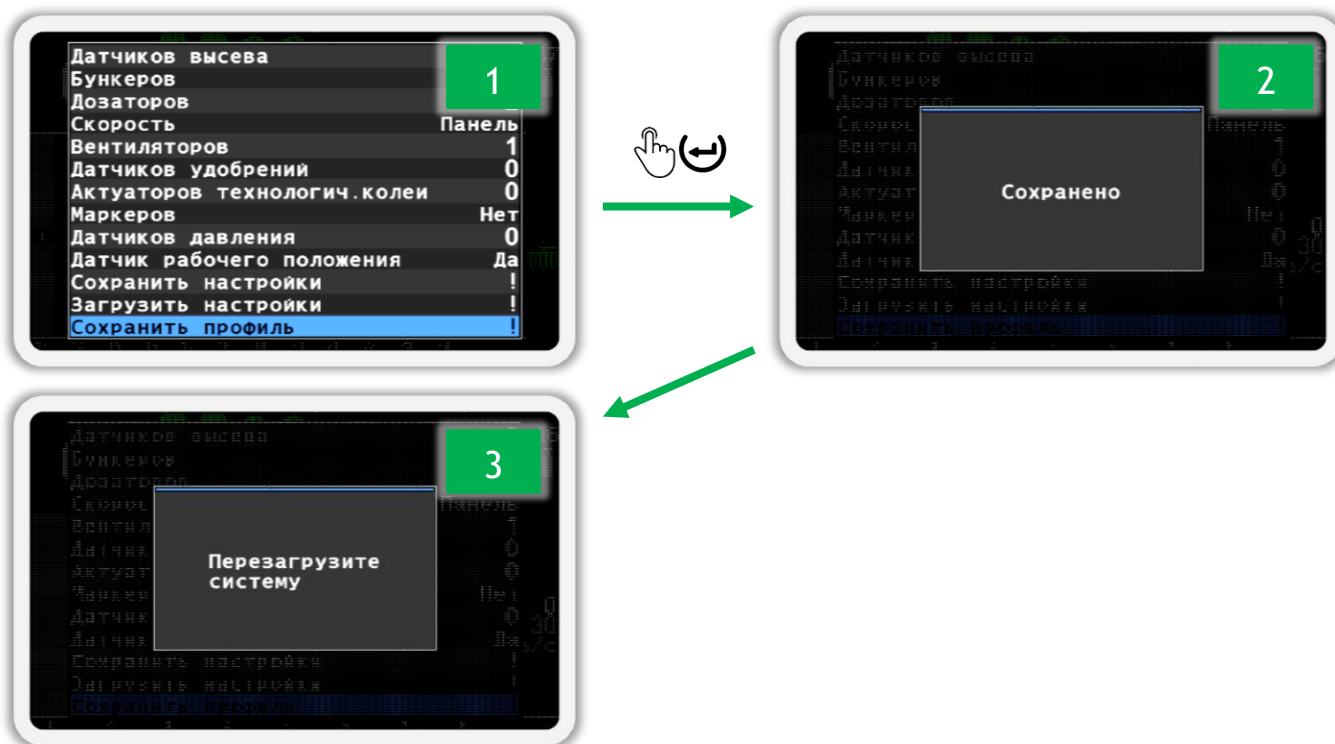

Рисунок 53
5. После того, как вы настроите параметры профиля панели оператора в соответствии с комплектацией вашей системы, перейдите к пункту меню  «Сохранить профиль» (см. Рисунок 53 п.1) и нажмите кнопку  «Меню». Если все настроено правильно, то в результате вы увидите первое сообщение «Сохранено» (см. Рисунок 53 п.2), а следом за ним сообщение «Перезагрузите систему» (см. Рисунок 53 п.3).